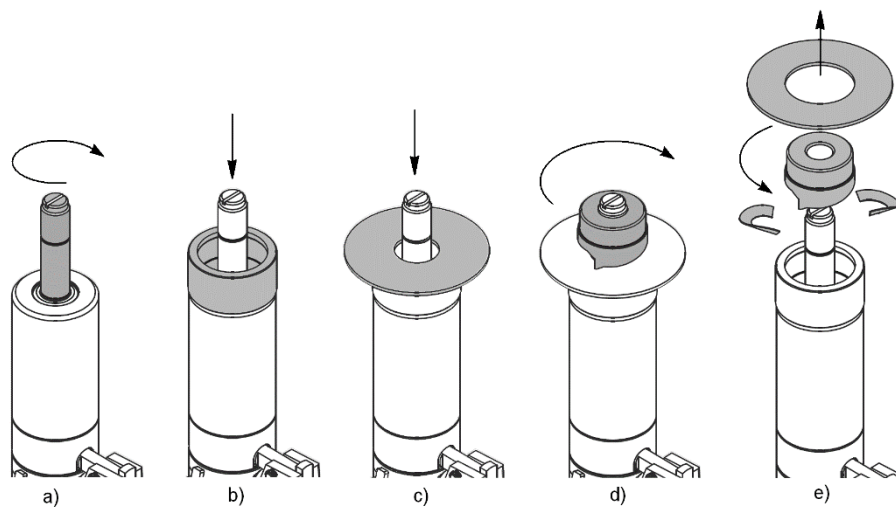
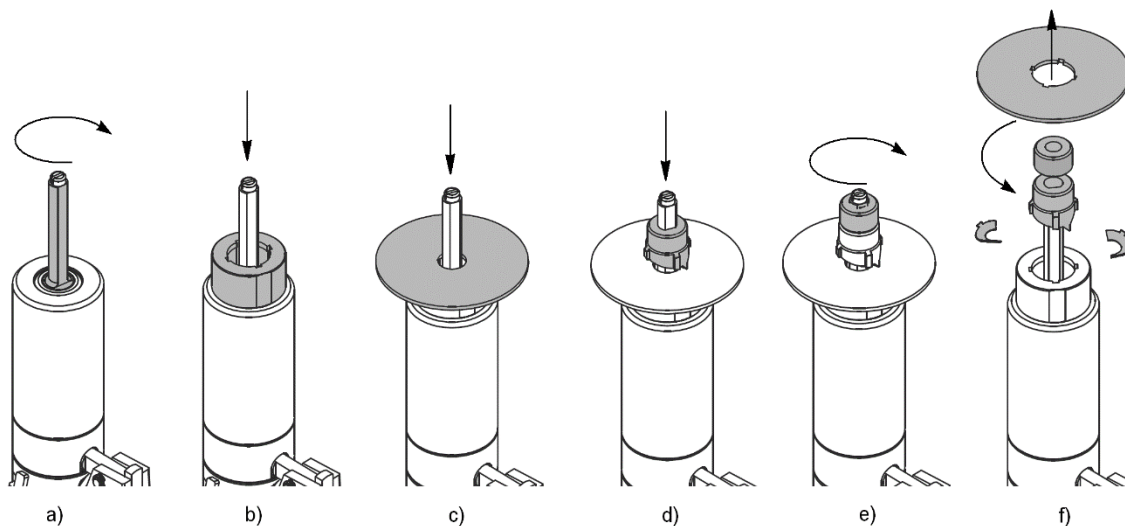

Рис. 2. Робота з вирізувачами WO.
Рис. 3. Робота з вирізувачами WO\_Z і WK.
2. Вкрутити штифт на повну довжину різьби (M16x1,25) у гніздо штоку головки (Рис. 2а, Рис. 3а).